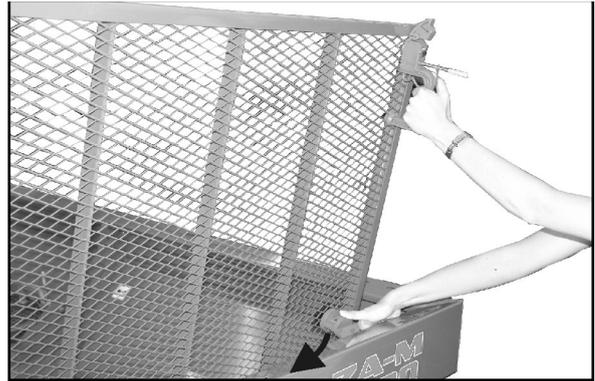

Fig. 18
3. Schutzgitter hochklappen, bis Arretierung am Behälterrast einrastet (Fig. 18).
- Vor dem Schließen des Schutzgitters Arretierung herunterdrücken (Fig. 18).